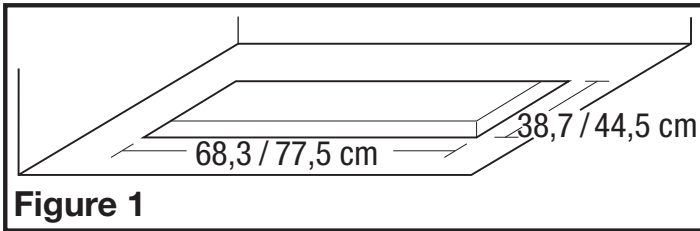

Figure 1
- PIN30 :** Découpez un trou de 77,5 cm de large sur 44,5 cm de profond dans l'armoire ou le couvert dans lequel sera monté l'unité (**Figure 1**):